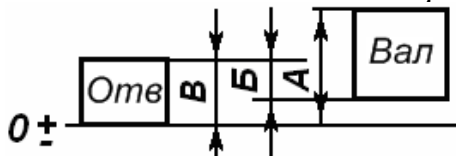

Рис. 1.14. Ескіз до запитання 79
79. За наведеною схемою полів допусків отвору і вала (рис. 1.14) визначити, які величини позначені літерами **A**, **B** і **B**.